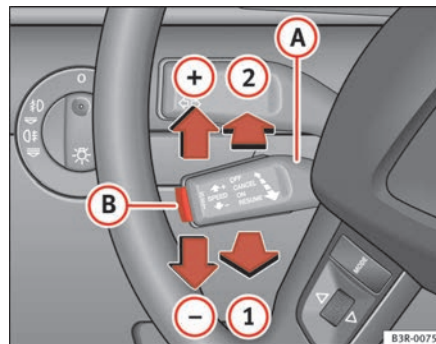

Fig. 151 Comandos do regulador de velocidade
- Puxe a palanca **A** para a posição  **fig. 151 1** para activar o sistema.
- Desloque a alavanca **A** para cima, em direcção ao ⇒ página 186, fig. 151 **+**.
- Desloque a alavanca **A** para baixo, em direcção ao ⇒ página 186, fig. 151 **-**.
- Empurrando brevemente a alavanca **A** para cima, em direcção ao ⇒ página 186, fig. 151 **+** a velocidade programada aumenta aproximadamente 2 km/h.
- Empurrando brevemente a alavanca **A** para baixo, em direcção ao ⇒ página 186, fig. 151 **-** a velocidade programada diminui aproximadamente 2 km/h.
Se, ao desligar provisoriamente o dispositivo, não estava nenhuma velocidade programada, pode programar-se uma nova velocidade, da seguinte forma: Circule à velocidade desejada e prima, então, brevemente o botão ⇒ página 186, fig. 151 **(B)** (SET).
- Pressione a alavanca **(A)** ⇒ página 186, fig. 151 até à posição **(2)** (engatada).